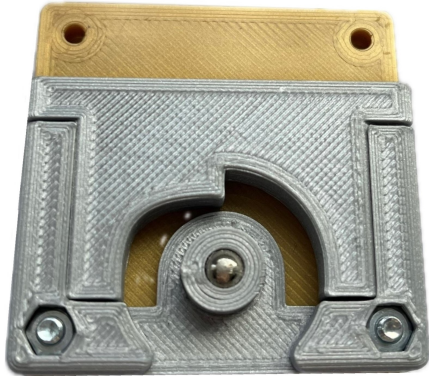

Abb. 7: Schlitten auf dem Würfelboden
- (4) Legen Sie den `05A_Si_V1_GITTERHALTER_SCHLITTEN` mit der geraden Seite nach oben auf den Würfelboden (s. Abbildung 7).